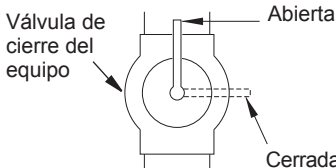

Figura 19 - Válvula de cierre del equipo
1. Cierre la válvula de cierre del equipo (consulte la figura 19).
1. Abra la válvula de cierre del equipo (consulte la figura 19).